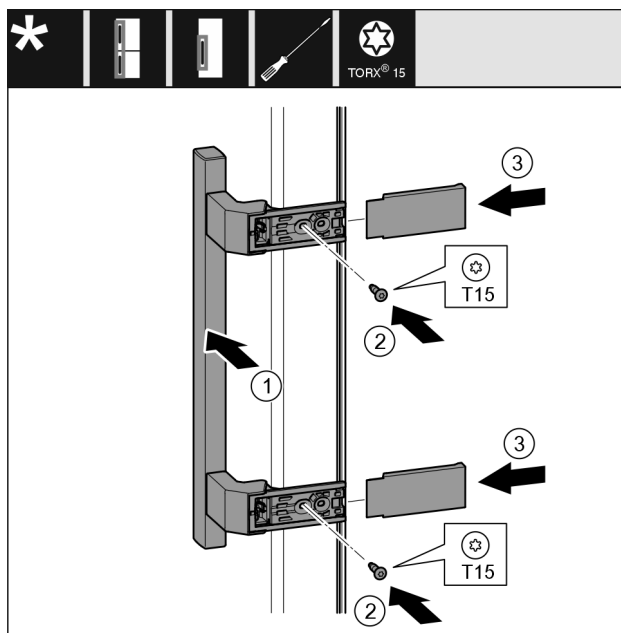

Fig. 9
- Nasad'te madlo na protilehlé straně. Fig. 9 (1)
- Šroubovákem T15 pevně utáhněte šrouby. Fig. 9 (2)
- Kryty bočně nasad'te a nasuňte. Fig. 9 (3)